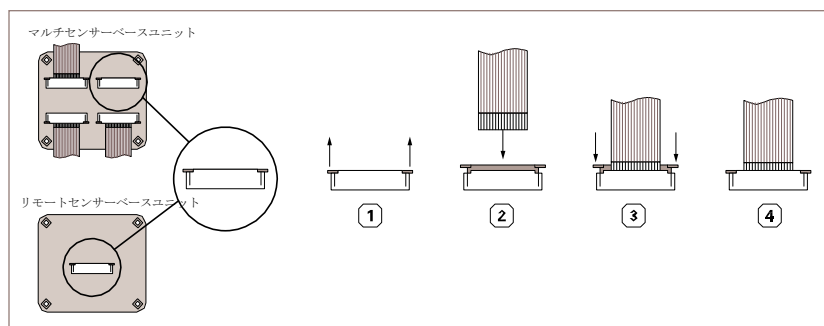

図11: ベースユニットへのフレックスフォイルケーブルの接続: 接点は見えますが青いマーカースは見えません。
1. ベースユニットのコネクタのロックを引き抜きます (→36ページの図11)。